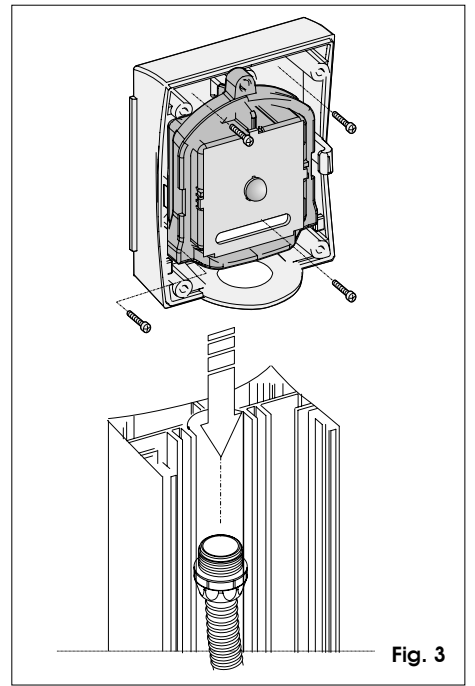

Fig. 3
- Su apposita colonnetta (fig.3)
- On special stand (fig.3).